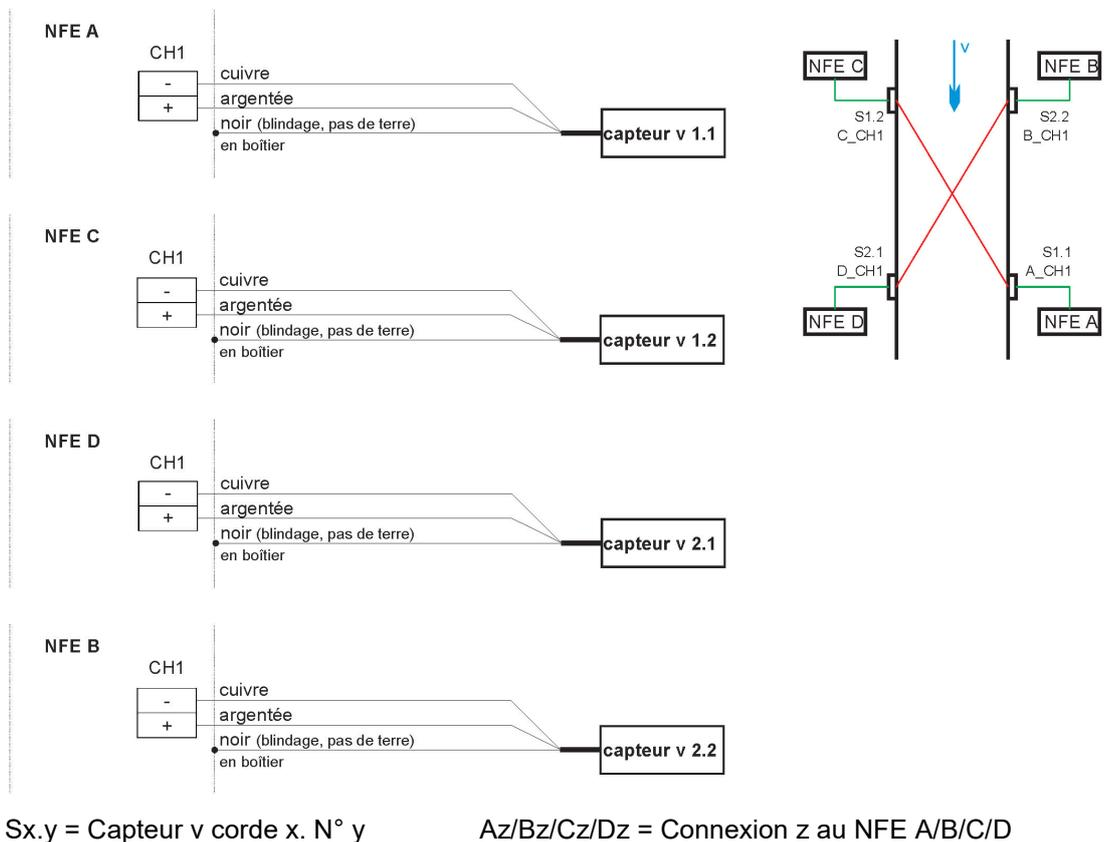

Fig. 18-19 Schéma de connexion capteurs, corde 1 avec quatre NFE
8. Raccordez le câble du capteur conformément au schéma de raccordement (Fig. 18-16 à Fig. 18-19) au bornier (éventuellement à l'aide d'un tournevis).
Conformément aux exemples précédents (Fig. 18-19) toutes les cordes avec un n° de corde impair (1, 3, 5 ...) jusqu'à la corde 15 (NFE - version 8 capteurs) ou jusqu'à la corde 31 (NFE - version 16 capteurs) sont raccordées à NFE A et NFE C (voir également Table 5).